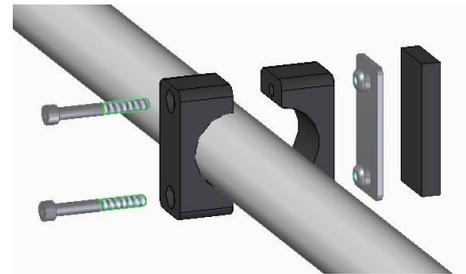

Abbildung 4
Zum Schutz vor Kollision zwischen Tür und Fahrradträger kann ein zusätzlicher Anschlag (7) am fahrzeug-näheren Querrohr mit zwei Zylinderschrauben M6x50 montiert werden (Abb. 4).